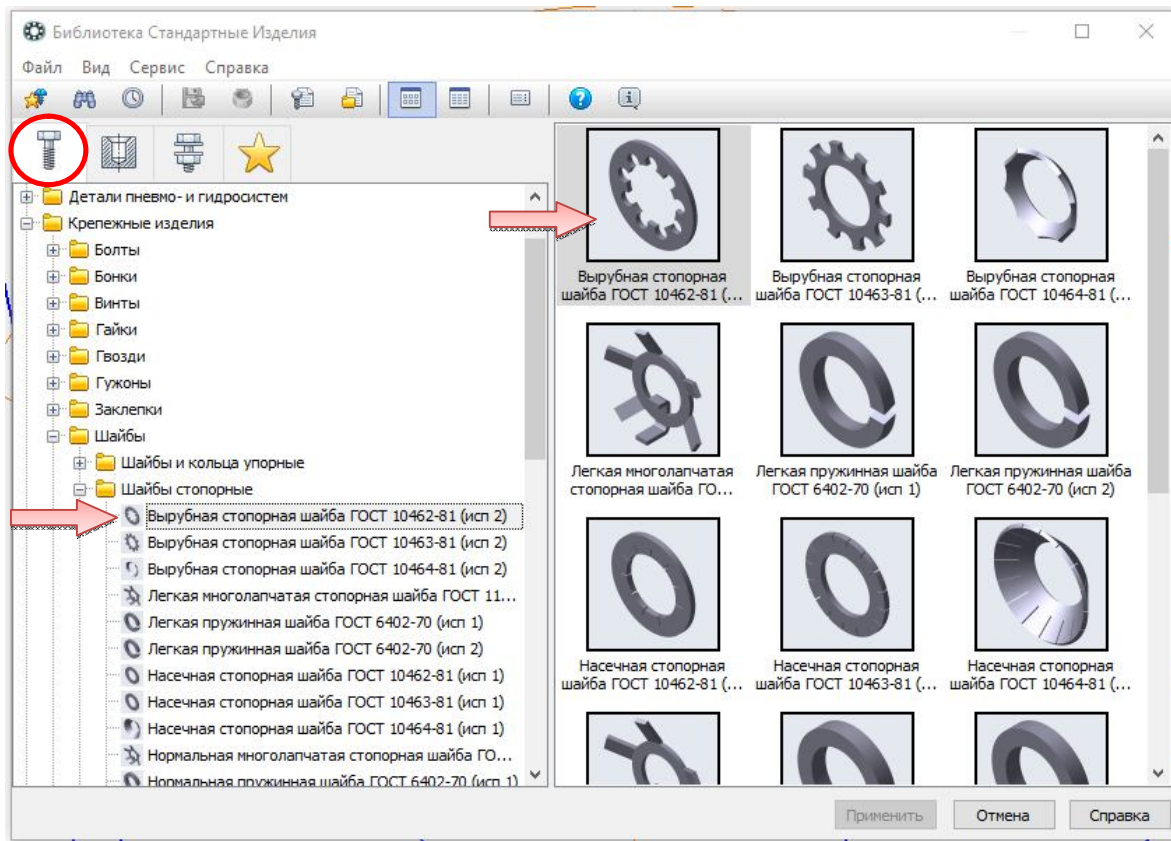

Рис. 4.43. Выбор стопорной шайбы в библиотеке крепежных изделий
- В дереве библиотеки откройте ветвь «Крепежные изделия» → «Шайбы» → «Шайбы стопорные», выберите вырубную стопорную шайбу ГОСТ 10462 – 81 (исп 2) и два раза щёлкните ЛК (рис. 4.43).